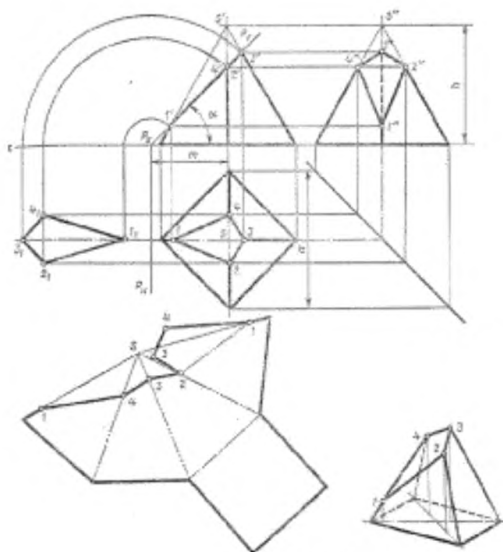

Рисунок 19 - Сечение пирамиды плоскостью
4. Постройте аксонометрическую проекцию и развёртку поверхности усечённого тела (см. рисунок 19).